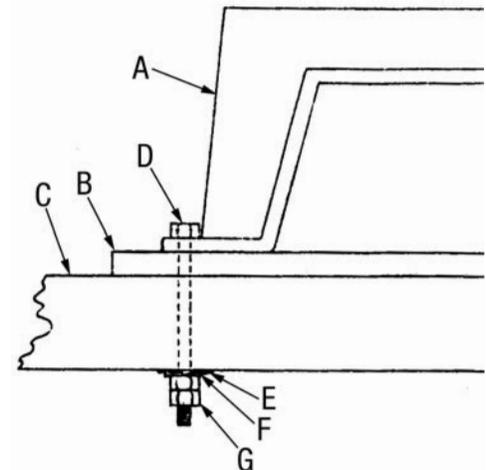

FIGURE 7
- 1) Lorsque vous fixez la base (A) Fig.7 de votre Scie à Chantourner à un établi (C), de préférence solide versus un établi en contre-plaqué, il y aura moins de bruits et de vibrations avec un établi solide.
- 2) La quincaillerie pour le montage à un établi n'est PAS FOURNIE. Mais, nous vous recommandons d'utiliser les pièces de grosseur minimale suivantes: 4 x boulons hexagonaux -1/4 - 20 (D), 4 x rondelles 9/32" (E), 4 x rondelles à ressort 9/32" (F), 8 x écrous hexagonaux 1/4 - 20 (G).
3. Un coussinet en mousse (B) Fig.7 (non compris) mis entre votre Scie à Chantourner et l'établi est recommandé. Ceci réduira le bruit et les vibrations. Voir l'illustration à la Fig.7 pour le montage.